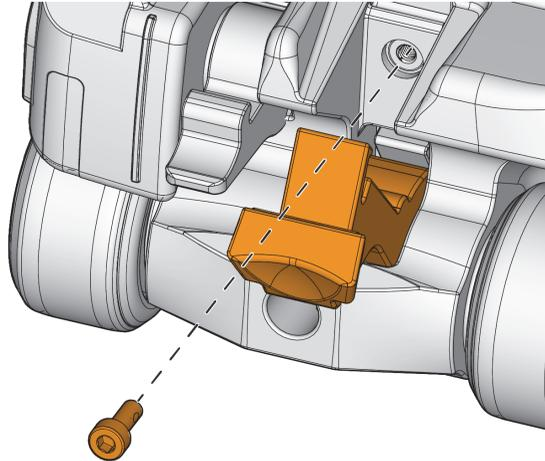

Figure 5-11 Vis de fixation de la plaquette de verrouillage du support de sonde
2. Retirez la vis et mettez-la de côté pour la réinstallation (Figure 5-11 à la page 87).